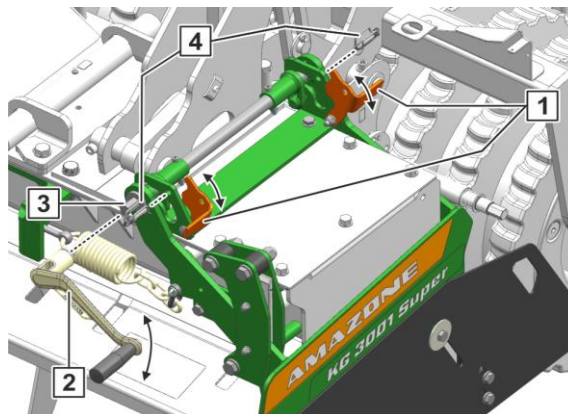

Fig. 144
1. Démonter les goupilles d'arrêt (Fig. 144/4)
2. Placer l'outil de manipulation (Fig. 144/2) sur l'arbre de réglage (Fig. 144/3).
3. Pour décharger les équerres de maintien (Fig. 144/1), tourner l'outil de manipulation dans le sens inverse des aiguilles d'une montre.